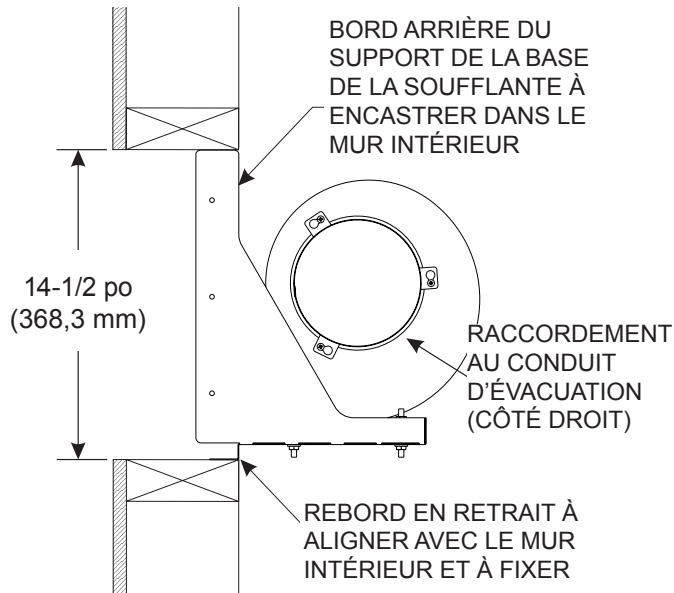

Figure 5a
5. Une fois la structure installée, procéder à l'installation de la soufflante et de la base comme illustré dans les **Figures 5a à 5d**. La soufflante et la base peuvent être installées dans le mur selon une position quelconque parmi quatre positions, ce qui offre une flexibilité de raccordement du conduit d'évacuation à la soufflante.